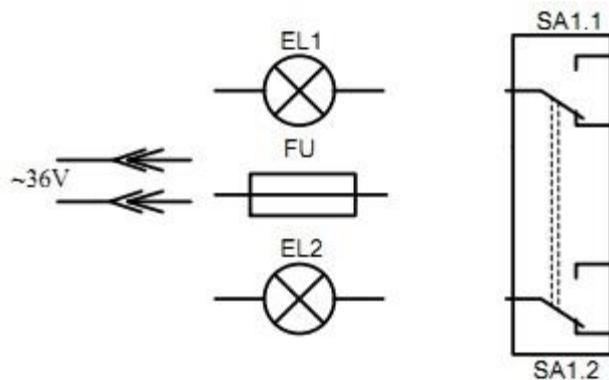

Рис. 1
1. По данному образцу (Рис. 1) разработайте электрическую схему управления нагрузкой так, чтобы переключателем SA1 была возможность менять последовательное соединение элементов цепи на параллельное.